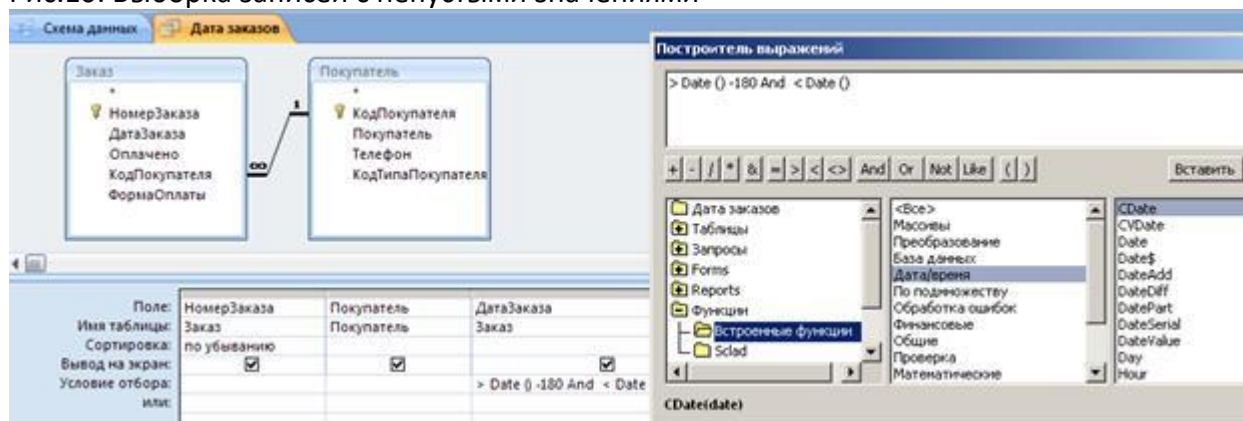

Рис.11. Использование ПОСТРОИТЕЛЯ ВЫРАЖЕНИЙ для ввода условий отбора
MS Access позволяет для задания условий отбора использовать функции Visual Basic, например, как Date(). Более того, можно объединять в выражении функции, математические операторы, постоянные значения и ссылки на поля. На рис. 11 приведен пример использования функций для формирования условий отбора записей.
Вводить функции в поле условия отбора удобнее с помощью ПОСТРОИТЕЛЯ ВЫРАЖЕНИЙ (рис.11). Для вызова ПОСТРОИТЕЛЯ необходимо выполнить следующие действия:
- Откройте списки: ФУНКЦИИ, ВСТРОЕННЫЕ ФУНКЦИИ, укажите требуемую КАТЕГОРИЮ, выберите нужную функцию в окна ПОСТРОИТЕЛЯ (рис.11).